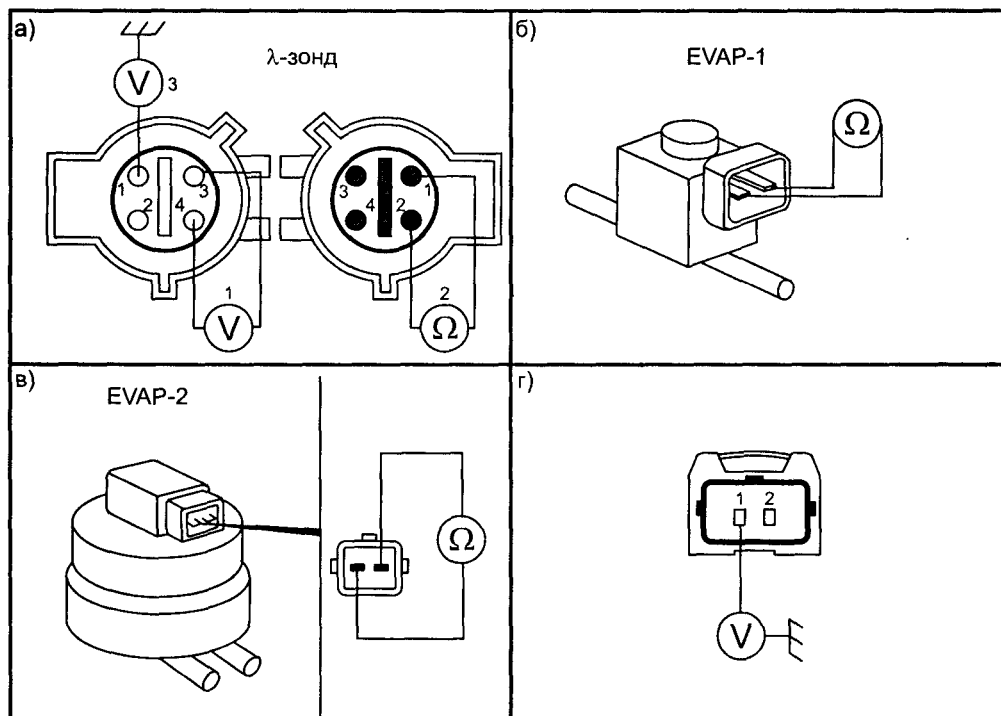

Рис. 2.4.10. Система контроля выпуска
Схема проверки системы контроля выпуска газов приведена на рис. 2.4.10.
- при отключенном зажигании к контактам «3» и «4» (рис. 2.4.10а) разъема λ-зонда подключают вольтметр или осциллограф;
- отключают разъем λ-зонда и проверяют сопротивление обмотки нагревателя между контактами 1 и 2 (рис. 2.4.10а), его величина должна составлять 7,5 Ом;
- включают зажигание и проверяют наличие 12 В на контакте «1» жгута λ-зонда (рис. 2.4.10а). Если напряжение равно нулю, проверяют предохранители F18, F9, реле К46 и соответствующие цепи.
- отключают разъем клапана EVAP и проверяют сопротивление его обмотки — около 51 Ом для клапана 1-го типа (рис. 2.4.10б) и около 32 Ом — для клапана 2-го типа (рис. 2.4.10в), при значительных отклонениях заменяют клапан;
- включают зажигание и проверяют наличие 12 В на контакте «1» разъема жгута клапана EVAP (рис. 2.4.10г). Если питания нет, проверяют предохранитель F9, реле К46 и соответствующие цепи;